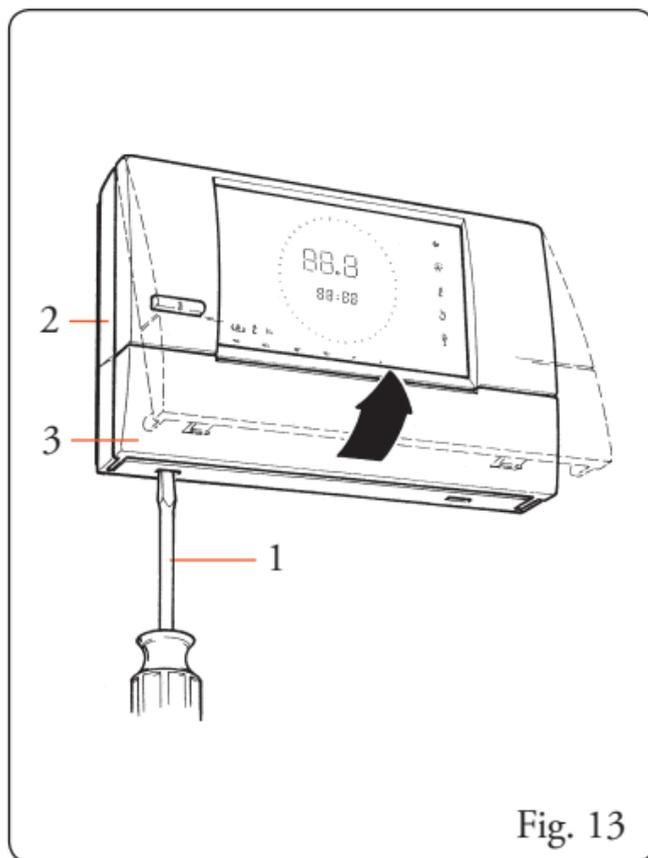

Fig. 13
- 1) Separare con cacciavite (Fig. 13 pos. 1) la dima di fissaggio (Fig. 13 pos. 2) dal corpo Comando Remoto (Fig. 13 pos. 3).